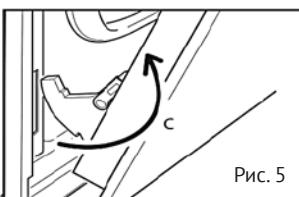

Рис. 5
- Полностью откройте дверцу (рис. 5)